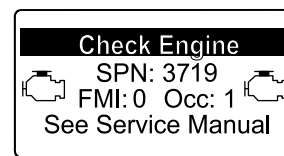

Figura 85
- Advertencia del motor SPN 3719, FMI 0 (Figura 85)